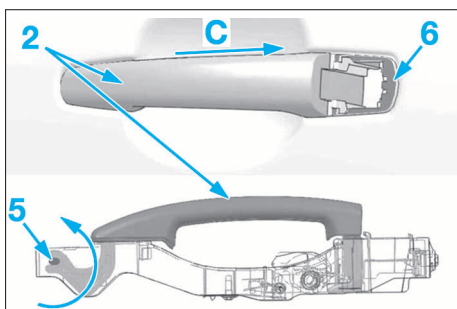

FIG. 67
- Pivoter la poignée (2) en (5) tout en récupérant le joint (6) (Fig.67).